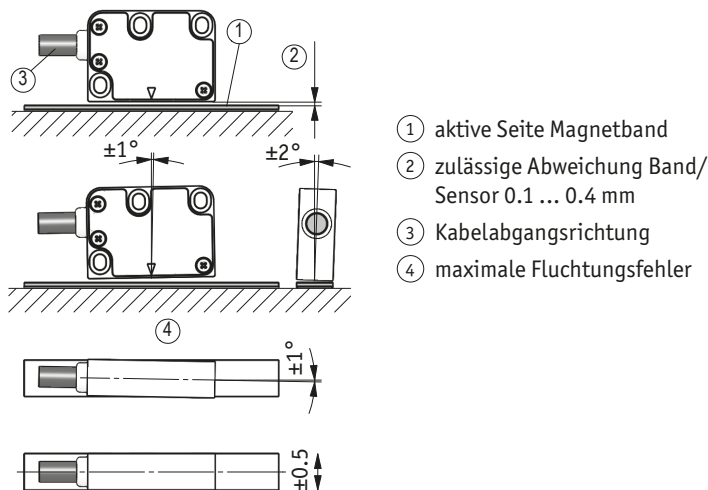

Abb. 7: Montage Sensor/Magnetband, Abstandsmaße, Toleranzen
- ▶ Bei der Montage ist insbesondere zu beachten, dass über die gesamte Messstrecke zwischen Band und Sensor der definierte Luftspalt (Abb. 7) eingehalten wird, unabhängig ob das Band oder der Sensor bewegt werden. Dazu eignet sich die beigelegte Abstandlehre.